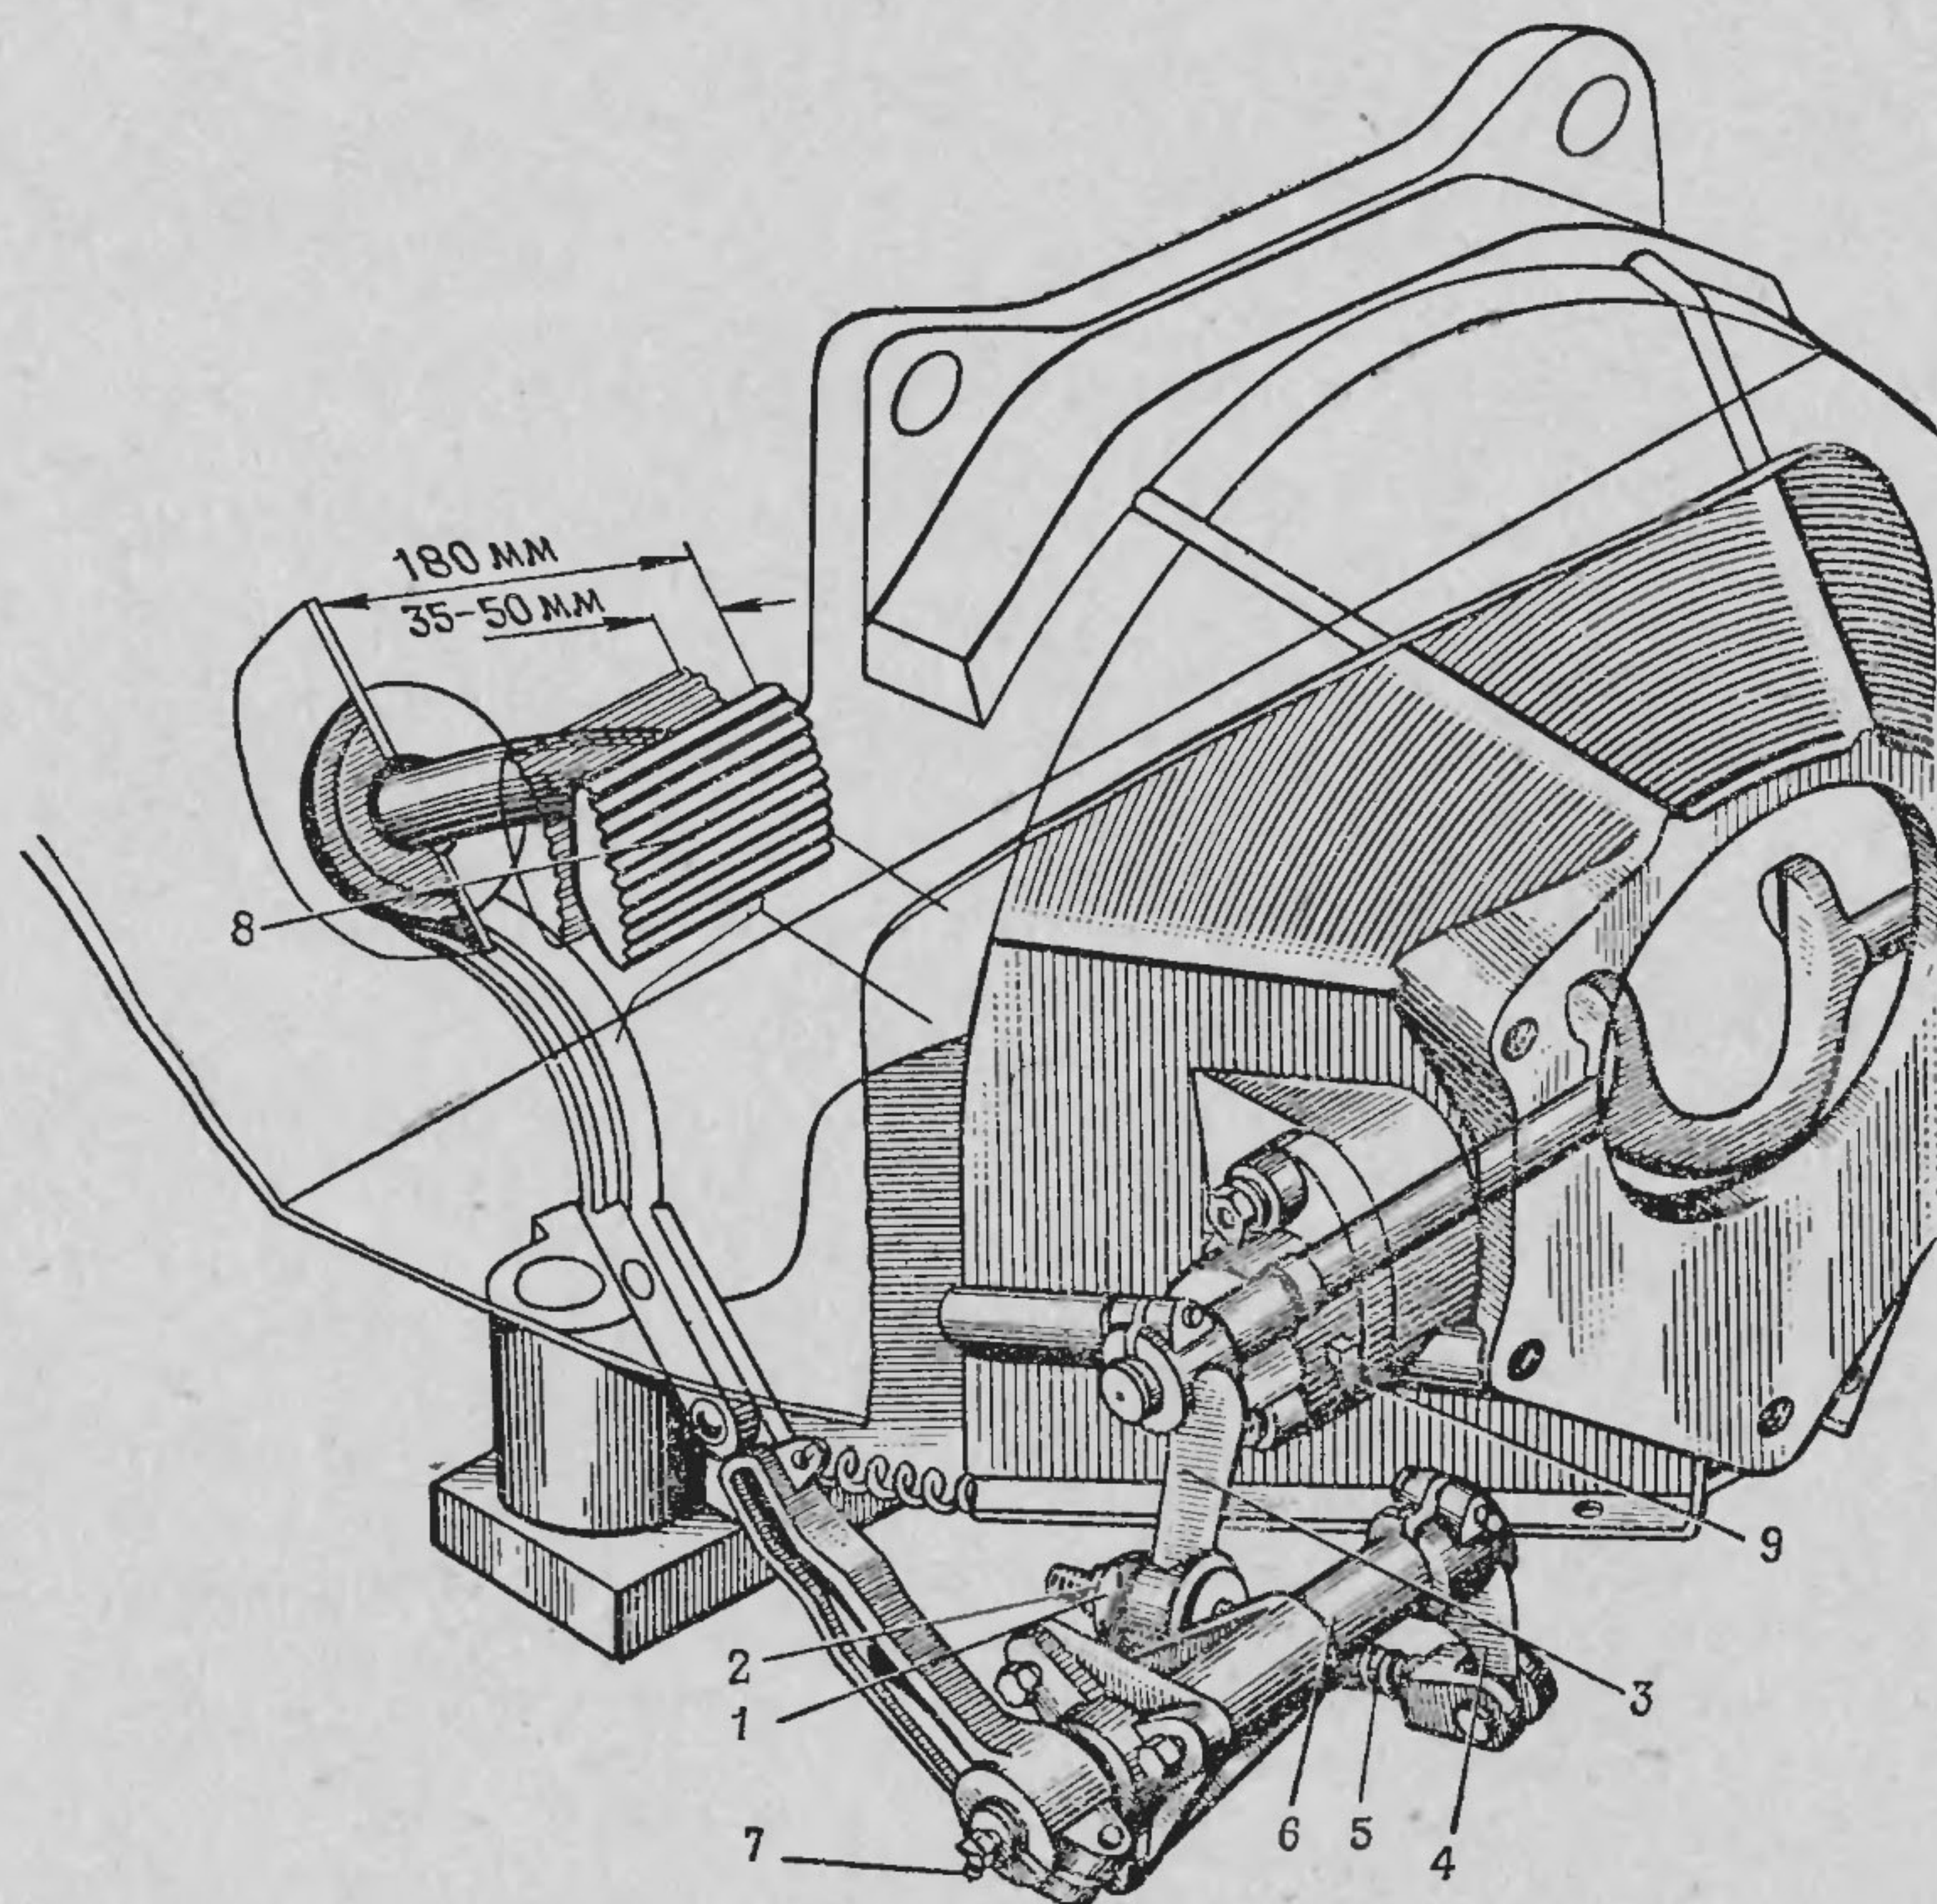

Рис. 39. Привод сцепления:
1. Отвернуть контргайку 2 (рис. 39).